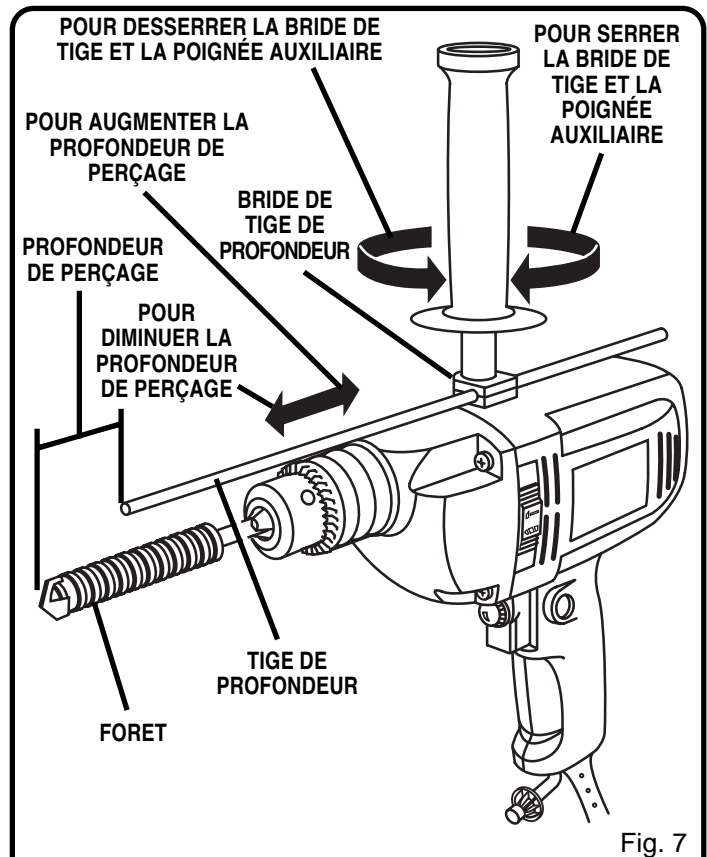

Fig. 7
Voir figure 7.
- Passez la tige de profondeur dans la bride de tige de profondeur comme l'illustre la figure 7.